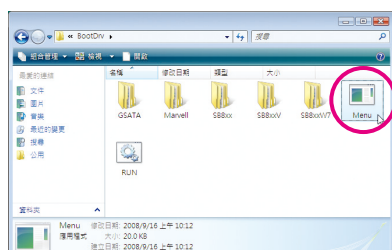
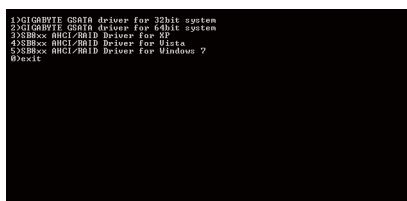

图 3
图 4
- 2: 进入光盘中「BootDrv」文件夹，双击「Menu.exe」文件(图3)后会出现「命令提示符」画面，内含如图4的控制器选单。
- 3: 放入空白软驱。依所要安装的操作系统按下SATA控制器驱动程序代码后再按<Enter>键。以图4的选单为例：